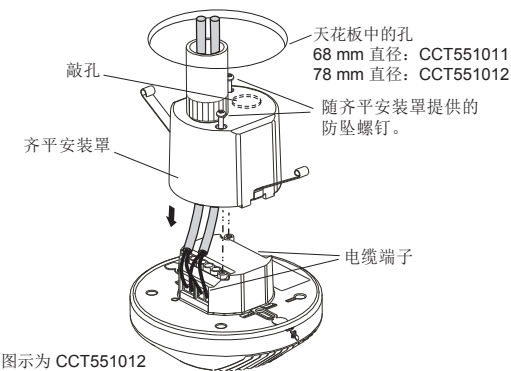

图 11
3.3.2.2 如果用户希望使用双穿线管，则应用螺丝刀打开齐平安装罩的敲孔，然后固定穿线管，并使电源线从中穿过 (见图 11)。